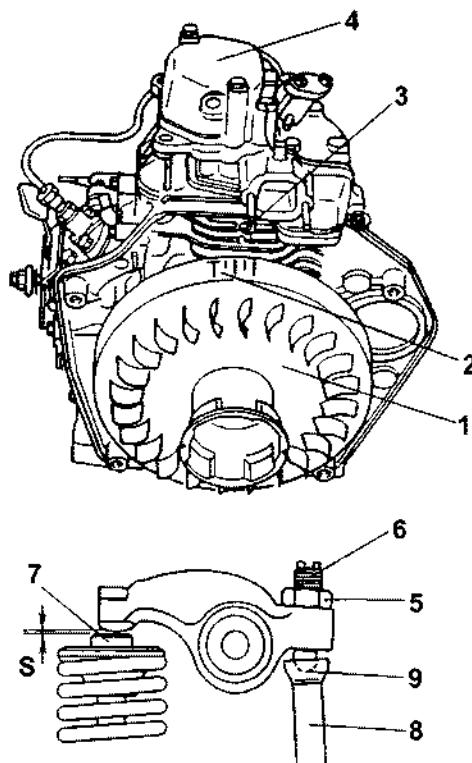

Рис. 43
1. Снимите корпус вентилятора и поверните маховик в положение, когда поршень находится в верхней мертвой точке сжатия (установите отметку Т (Рис. 43, (2)) на маховике соответственно пазу (Рис. 43, (3))).
2. Снимите крышку (Рис. 43, (4)).
3. Выкрутите стопорную гайку (Рис. 43, (5)) коромысла клапана и регулировочный винт (Рис. 43, (6)).
4. Вставьте щуп для измерения зазоров (0,15 мм) в зазор S головки впускного/выпускного клапана (Рис. 43, (7)) и отрегулируйте зазор регулировочным винтом.
6. Используйте моторное масло для смазки соприкасающихся поверхностей (Рис. 43, (9)) штока толкателя клапана (Рис. 43, (8)).